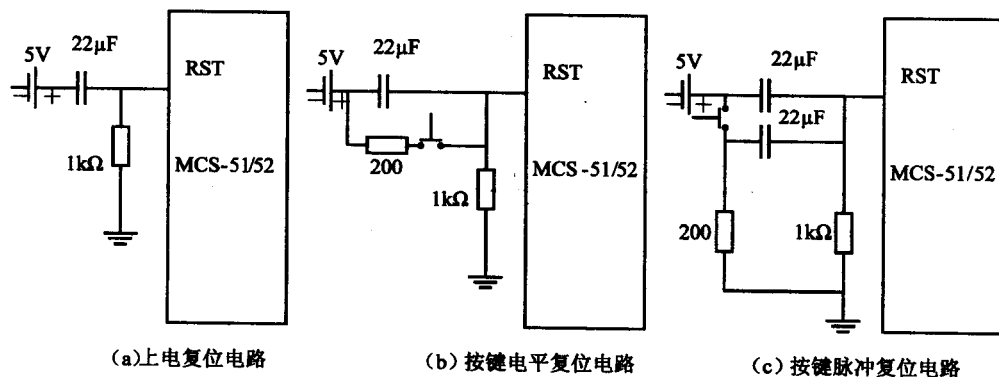

图 1.5 MCS-51 复位电路
3) 如图 1.5 所示, 可以在 RESET 引脚接上一个 RC 电路, 当电源开启时可以产生开机重置功能。一般会在电容器两端并联一个常开按钮, 以便按下按钮时可强迫系统重置。